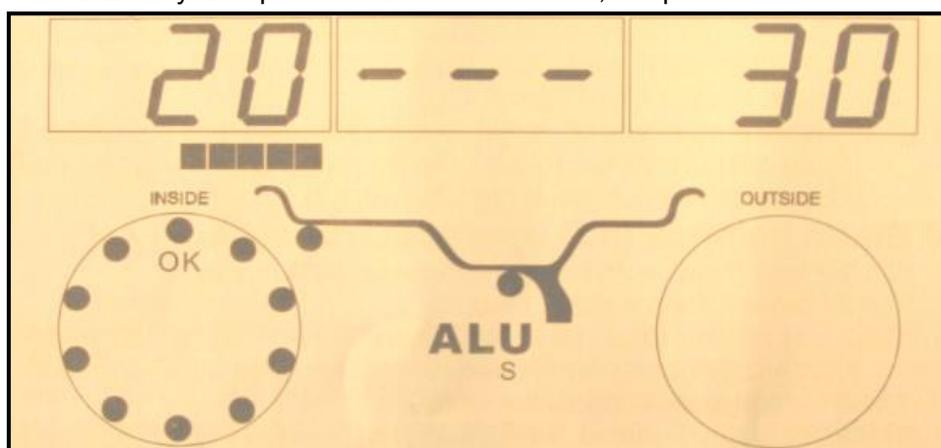
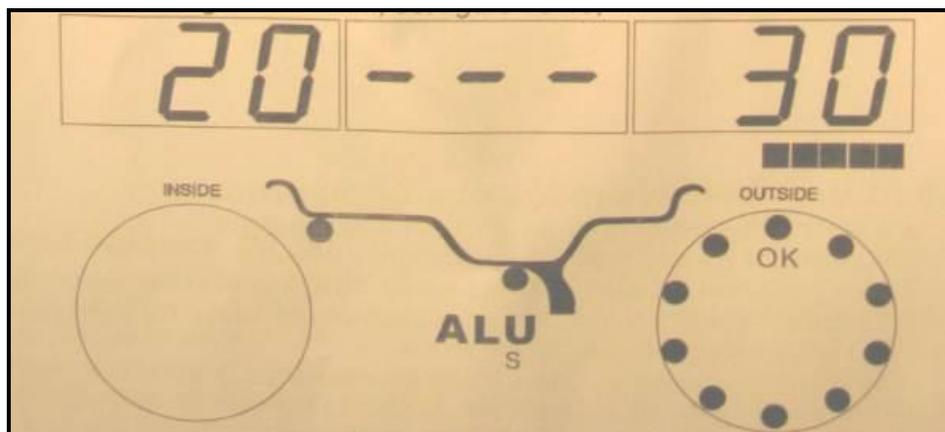
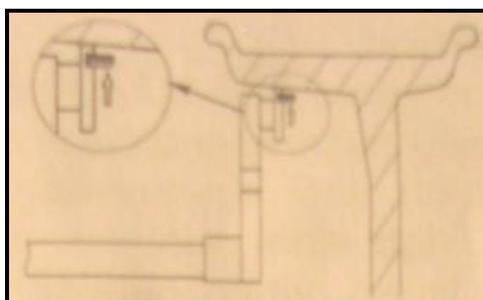

Рис. 10-13
Рис. 10-14
Рис. 10-15
10.5.7 Нажать кнопку STOP и кнопку ALU, на среднем табло отображаются прочерки «- - -». Вставить балансировочный груз в прорезь наконечника измерительной штанги, медленно повернуть колесо рукой до тех пор, пока не сработают все индикаторы углового положения дисбаланса с левой стороны обода (рис. 5-1 (13)). Выдвинуть измерительную штангу с приклеиваемым грузом. Как только сработают 5 черных делений индикации левой горизонтальной шкалы (рис. 10-13), необходимо повернуть наконечник измерительной штанги и коснуться им обода колеса. С усилием прижать груз к ободу колеса, чтобы приклеить его, затем установить штангу в первоначальное положение, см. рис. 10-15.
горизонтальной шкалы (рис. 10-14), необходимо повернуть наконечник измерительной штанги и коснуться им обода колеса. С усилием прижать груз к ободу колеса, чтобы приклеить его, затем установить штангу в первоначальное положение, см. рис. 10-15.
дисбаланса с правой стороны обода (рис. 5-1 (14)). Выдвинуть измерительную штангу с приклеиваемым грузом. Как только сработают 5 черных делений индикации правой горизонтальной шкалы (рис. 10-14), необходимо повернуть наконечник измерительной штанги и коснуться им обода колеса. С усилием прижать груз к ободу колеса, чтобы приклеить его, затем установить штангу в первоначальное положение, см. рис. 10-15.
10.7.6 Медленно повернуть колесо рукой до тех пор, пока не сработают все индикаторы углового положения дисбаланса с правой стороны обода (рис. 5-1 (14)), Выдвинуть измерительную штангу с приклеиваемым грузом. Как только сработают 5 черных делений индикации правой горизонтальной шкалы (рис. 10-14), необходимо повернуть наконечник измерительной штанги и коснуться им обода колеса. С усилием прижать груз к ободу колеса, чтобы приклеить его, затем установить штангу в первоначальное положение, см. рис. 10-15.
10.6.7 Медленно повернуть колесо рукой до тех пор, пока не сработают все индикаторы углового положения дисбаланса с правой стороны обода (рис. 5-1 (14)), определить вторую плоскость коррекции для установки груза. Выдвинуть измерительную штангу с приклеиваемым грузом. Как только сработают 5 черных делений индикации правой горизонтальной шкалы (рис. 10-14), необходимо повернуть наконечник измерительной штанги
и коснуться им обода колеса. С усилием прижать груз к ободу колеса, чтобы приклеить его, затем установить штангу в первоначальное положение, см. рис. 10-15